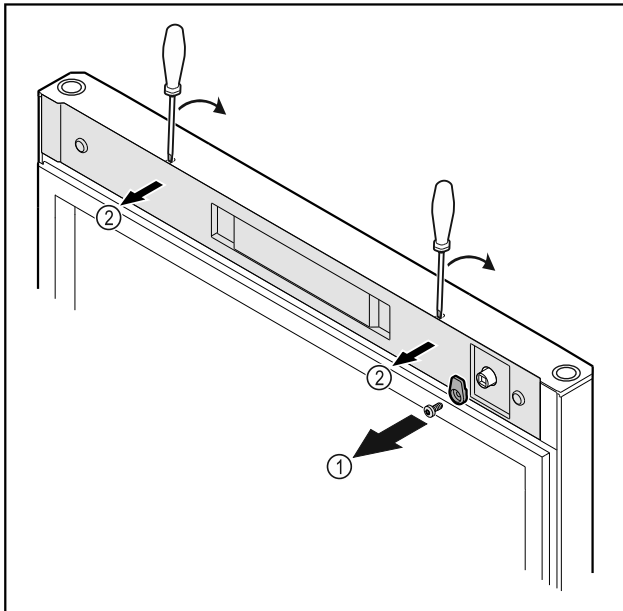

Fig. 21
- ▶ Odvijte zapiralni zatič Fig. 21 (1).
- ▶ Z majhnim izvijačem sprostite pokrov Fig. 21 (2) in ga odstranite.